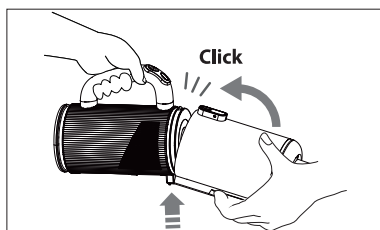

Fig. 22 – Colocación del depósito para el polvo
- ▶ Empuje con cuidado el depósito de polvo hacia arriba hasta que encaje de forma audible (véase Fig. 22).